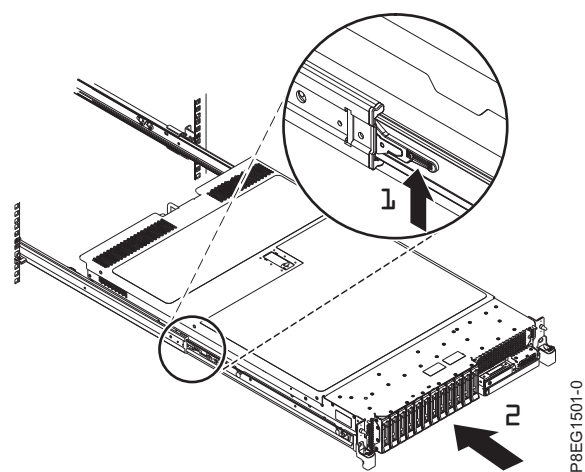

Figura 8. Levante as travas de liberação e empurre o servidor para dentro do rack
3. Levante as travas de liberação azuis (1) nos trilhos deslizantes e empurre o servidor (2) completamente para dentro do rack até que ele se encaixe no lugar. Para obter detalhes, consulte Figura 8.